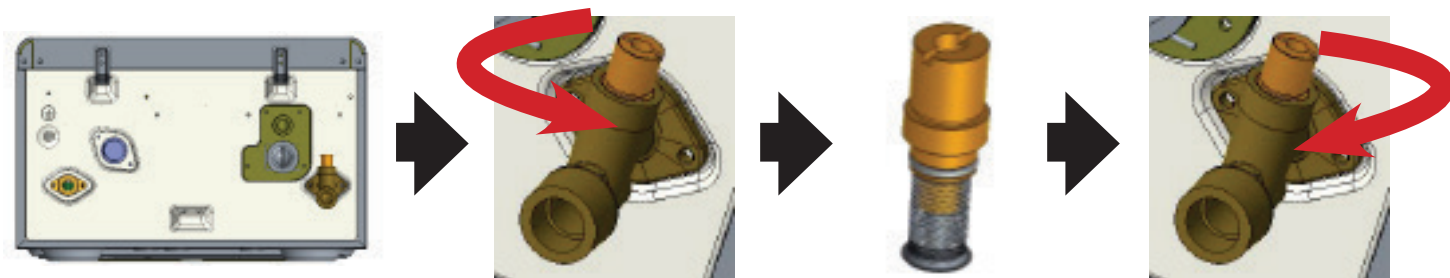

Fig 20.2
2. Retirez le filtre en le tournant dans le sens antihoraire. **(Voir la fig. 20.2)**